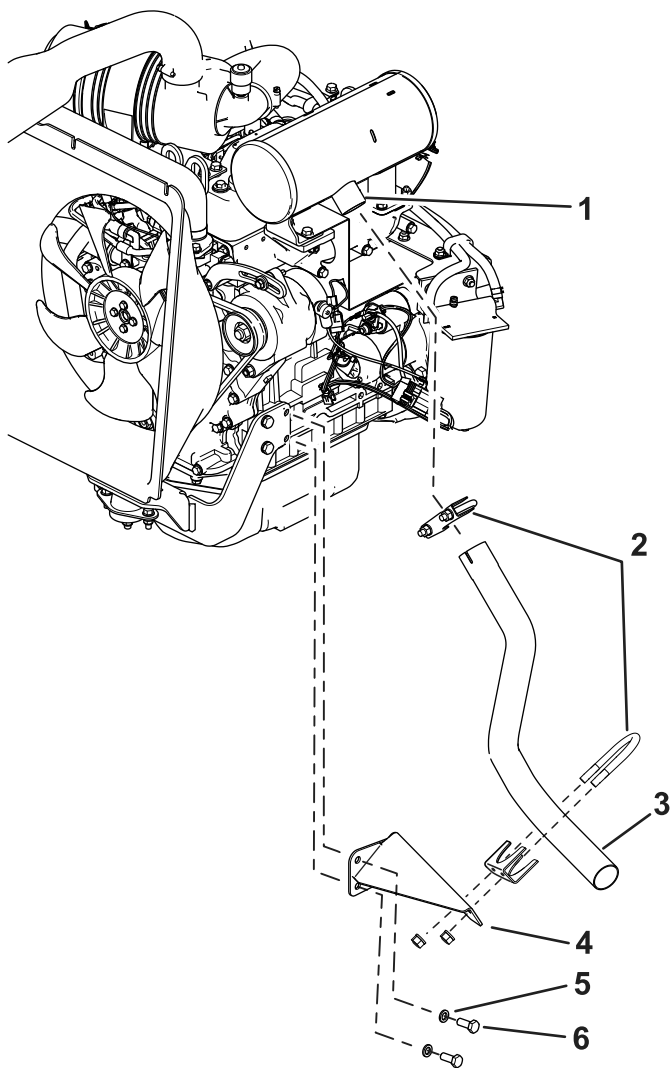

Рисунок 11
4. Установите новую опору в сборе на боковую часть двигателя с помощью ранее снятых шайб и болтов двигателя (Рисунок 11).
5. Наденьте имеющийся зажим на новую выхлопную трубу и установите новую выхлопную трубу на выпуск глушителя (Рисунок 11).
6. Установите новый зажим на новую выхлопную трубу и опору в сборе с помощью крепежных деталей зажима (Рисунок 11).
8. Затяните болты двигателя с моментом 54 Н·м, а затем затяните все зажимы (Рисунок 11).